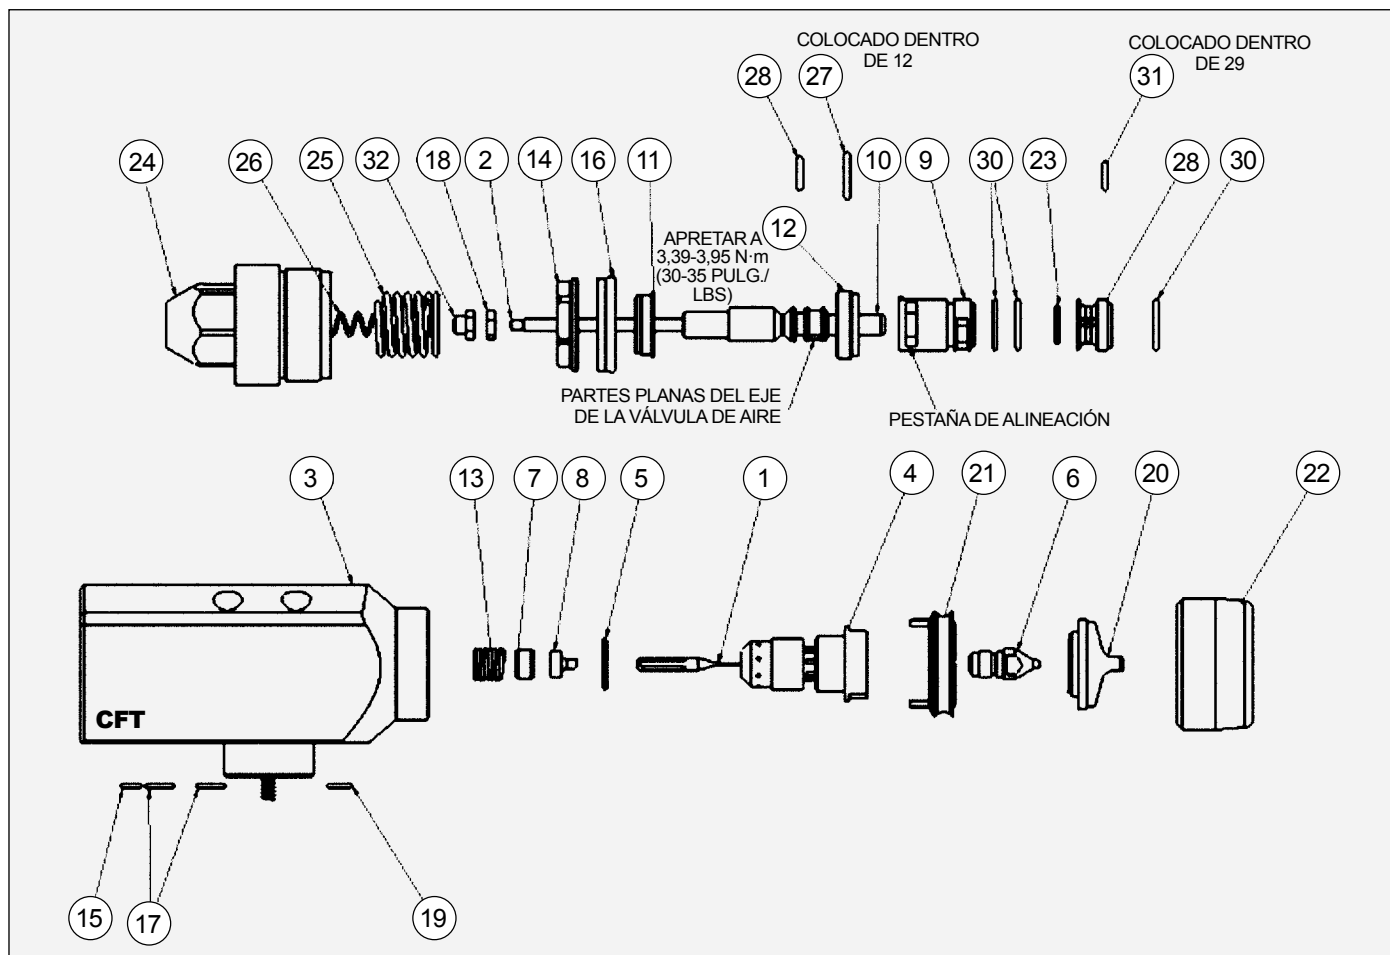

Figura 13: Conjunto del cabezal de pulverización
- Tras apretar la punta de fluido, verifique que el espacio entre la tuerca del pistón y las contratueras sea de 1,54 mm (1/16") o menos. Consulte la Figura 13.
El cabezal de rociado puede retirarse del conjunto tal y como se muestra en la **Figura 13** para su limpieza y mantenimiento.
**80432 SUBCONJUNTO DEL CABEZAL - LISTA DE PIEZAS (Figura 13)**
**80432 SUBCONJUNTO DEL CABEZAL - LISTA DE PIEZAS (Figura 13) (Cont.)**